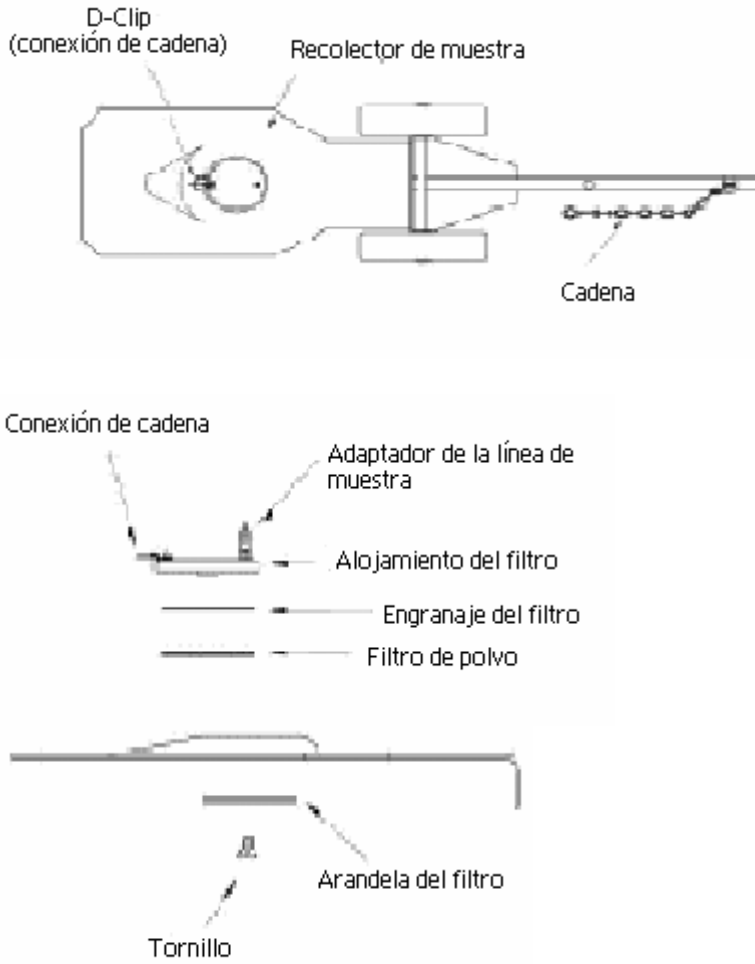

Figura 4.3 Ensamblaje del filtro de la sonda mecánica.
- 2) Extraiga los tornillos que sujetan la arandela del filtro al ensamblaje del alojamiento del filtro. Ver la Figura 4.3 ilustrando el despiece del filtro y del ensamblaje del alojamiento.